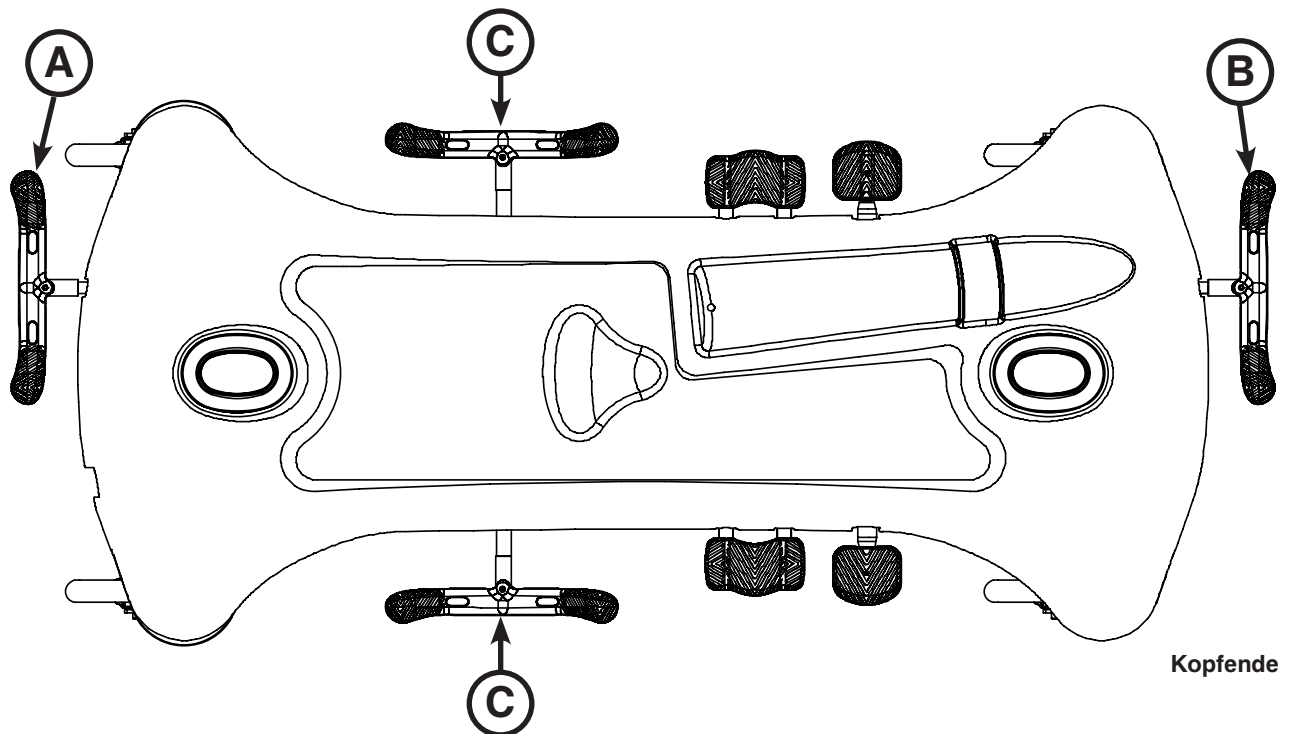

Abbildung 1: Bremssystem
Zur Vereinfachung für den Benutzer befindet sich ein Pedal zum Bremsen und Lenken an beiden Enden des Stretchers, wie in Abbildung 1 dargestellt.
**Zur Bedienung des fünften Rades** die Lenkseite (grün) eines der Brems-/Lenkpedale in die unterste Position heruntertreten (siehe Abbildung 1 auf Seite 3-9).
**Zum Lösen des fünften Rades** die Bremsseite (rot) eines der Brems-/Lenkpedale in die neutrale Position bringen (siehe Abbildung 1 auf Seite 3-9).